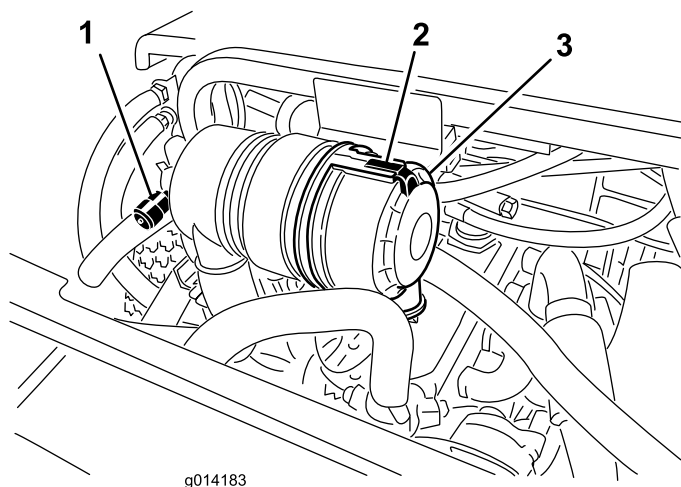

Figura 34
Revise el filtro del limpiador de aire únicamente cuando el indicador de mantenimiento (Figura 34) lo requiera. El cambiar el filtro antes de que sea necesario sólo aumenta la posibilidad de que entre suciedad en el motor al retirar el filtro.
1. Abra los enganches que sujetan la tapa del limpiador de aire a la carcasa del limpiador de aire (Figura 34).